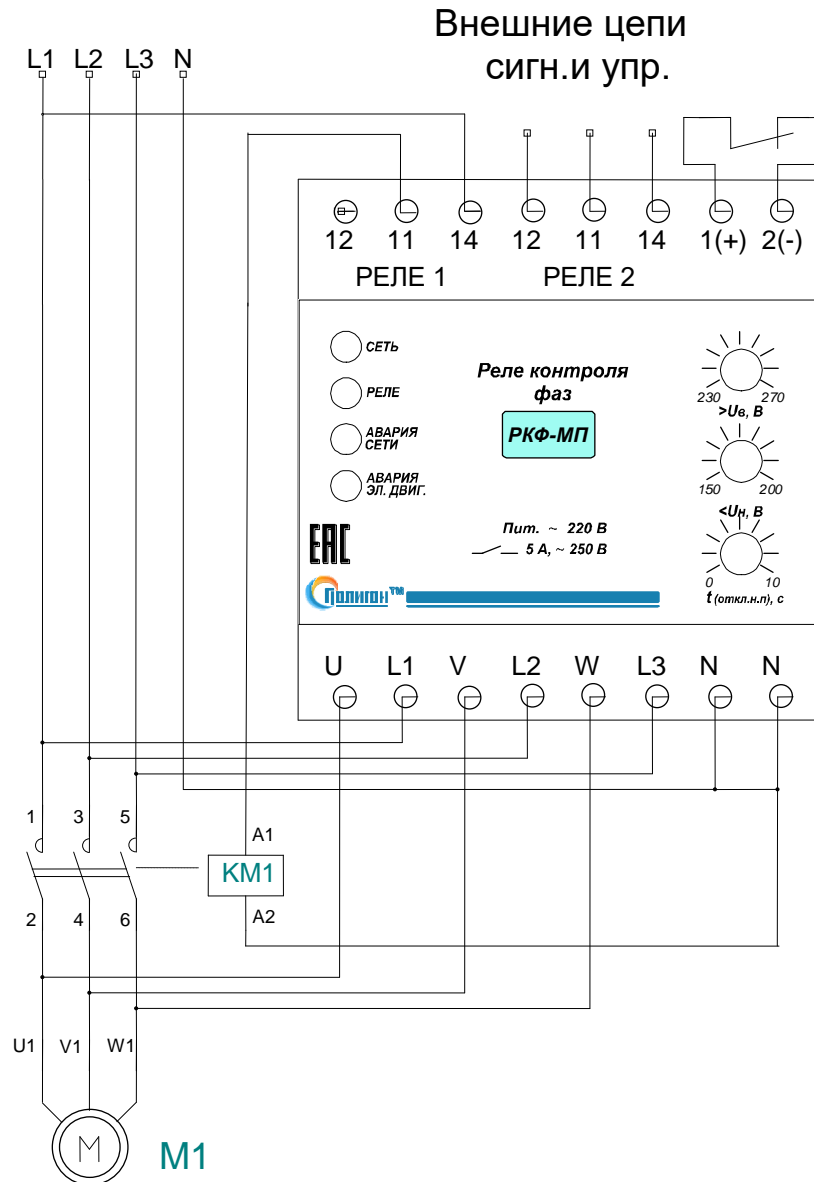

Рис.1. Типовая схема подключения реле РКФ-МП.
4.3. Произвести подключение входной контролируемой сети, цепей управления и сигнализации согласно маркировке (Рис.1.): L1, L2, L3 – фазы силовой сети; N – нейтраль; U, V, W – выход контактора (пускателя); 12-11-14 (NC-COM-NO) — переключающий контакт реле; 1(+), 2(-) – клеммы для подключения управляющего сигнала включения контактора. Сечение подключаемых проводов должно быть 1÷1,5 мм кв.